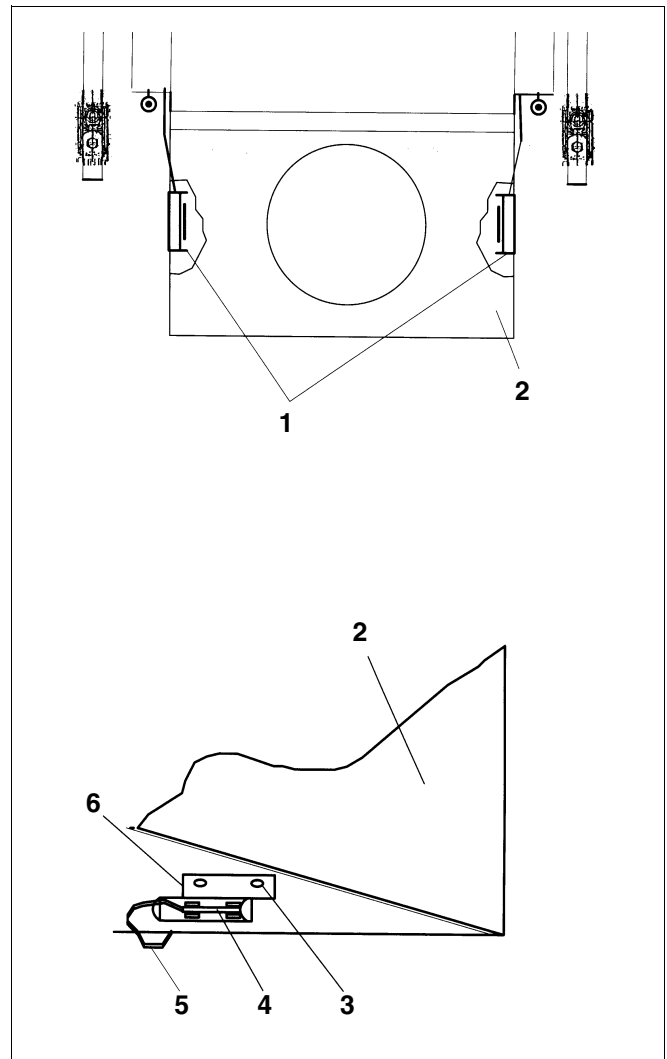

Fig. 69 Surveillance anti-débordement
- Fixer de l'extérieur avec les vis jointées (fig.69, **pos.3**) les deux supports pour les sondes de température de fumées (fig.69, **pos.1**) à gauche et à droite, à l'intérieur du coupe-tirage (fig.69, **pos.2**) dans les perforations prévues à cet effet.
- Amener le câble "sonde de température de fumées" (fig.69, **pos.5**) par le chemin de câble jusqu'au support de fixation.
Légende pour fig.69